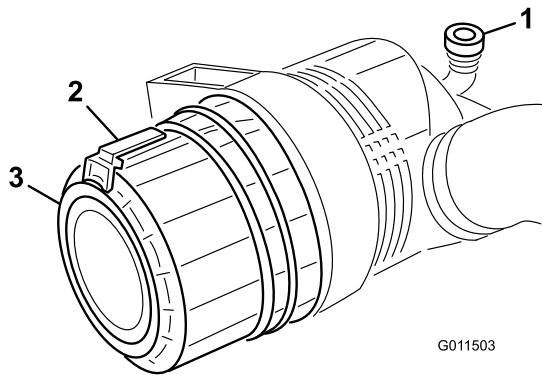

Figura 51
1. Tirate il fermo verso l'esterno e ruotate il coperchio del filtro in senso antiorario (Figura 51).